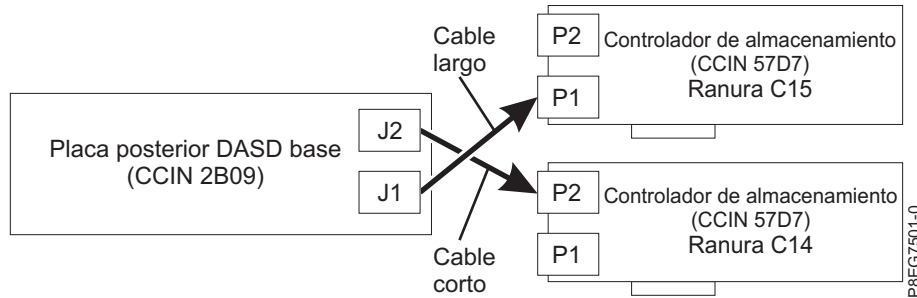

Figura 11. Reconexión del cable SAS en la configuración de discos divididos
- Si tiene dos adaptadores internos PCIe3 x8 SAS RAID (CCIN 57D7) (característica de discos divididos), el cable SAS corto conecta el conector de la placa posterior de la unidad de disco superior (J2) con el conector P2 del adaptador en la ranura P1-C14. El cable SAS largo conecta el conector de la placa posterior de la unidad de disco inferior (J1) al conector P1 del adaptador en la ranura P1-C15. Consulte Figura 11 en la página 11.